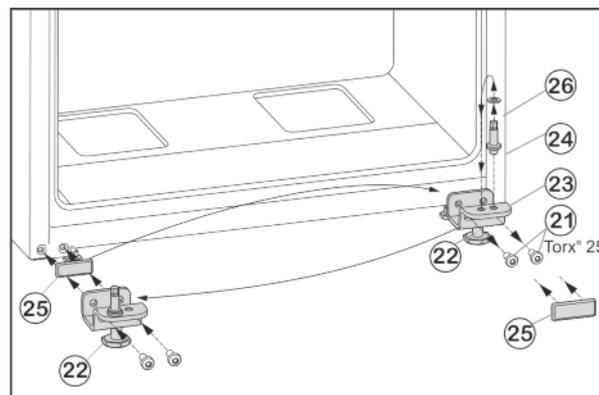

Fig. 7
- ▶ Vysrutkujte upevňovacie skrutky Fig. 7 (21).
- ▶ Kompletnú ložiskovú konzolu dole Fig. 7 (23) odoberte spolu s ložiskovým čapom Fig. 7 (24), podložkou Fig. 7 (26) a nastaviteľnou nohou Fig. 7 (22).
- ▶ Ložiskový čap Fig. 7 (24) kompletne spolu s podložkou Fig. 7 (26) vysrutkujte, premiestnite ho do protiahlého otvoru uloženia ložiskovej konzoly a znovu ho pevne priskrutkujte.
- ▶ Opatrne odnámte kryt Fig. 7 (25) a premiestnite ho na opačnú stranu.
- ▶ Ložiskovú konzolu dole Fig. 7 (23) kompletne spolu s ložiskovým čapom Fig. 7 (24), podložkou Fig. 7 (26) a nastaviteľnou nohou Fig. 7 (22) znovu nasrutkujte na novú stranu závesu, príp. ju znovu pomocou akumulátorového skrutkovača **pevne utiahnite (4 Nm)**.
- ▶ Dvere nasadíte zhora na ložiskový čap Fig. 7 (24).
- ▶ Vytočíte nastaviteľnú nohu Fig. 7 (22) na ložiskovej konzole dole Fig. 7 (23), pokiaľ nedosadá na podlahu.